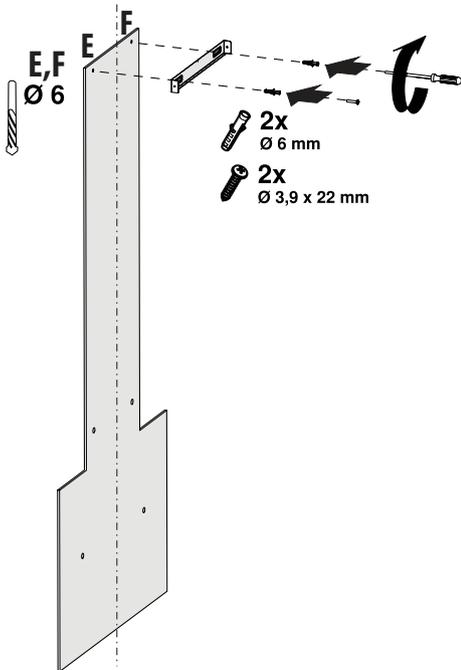

Abb. 8
- Legen Sie das im Zubehör enthaltene Verbindungsblech für den Schacht, unter Berücksichtigung der minimalen und maximalen Abmessungen der Dunstabzugshaube, den dreieckigen Ausschnitt im mittleren Teil des Verbindungsbleches an die Wand, sodass es mit der Mittellinie übereinstimmt (Abb. 8). Markieren Sie die Punkte E und F.
- Bohren Sie die markierten E- und F-Punkte mit einem $\varnothing 6$ mm Bohrer und setzen Sie $\varnothing 6$ mm Dübel ein. (Abb. 8).
- Das Verbindungsblech für den Schacht mit den $3,9 \times 22$ Schrauben befestigen. (Abb. 8).